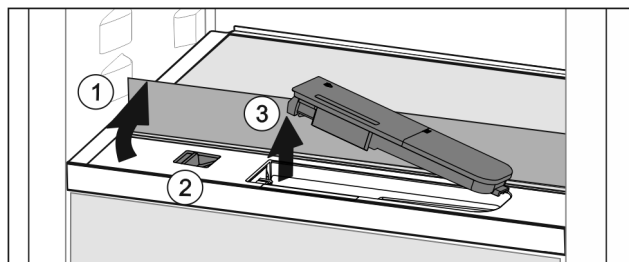

Fig. 164
- ▶ Ridicați placa de sticlă și rabatați în spate până la opritor Fig. 164 (1).
- ▶ Împingeți zăvorul Fig. 164 (2) spre stânga.
- ▶ Scoaterea rezervorului de apă Fig. 164 (3).